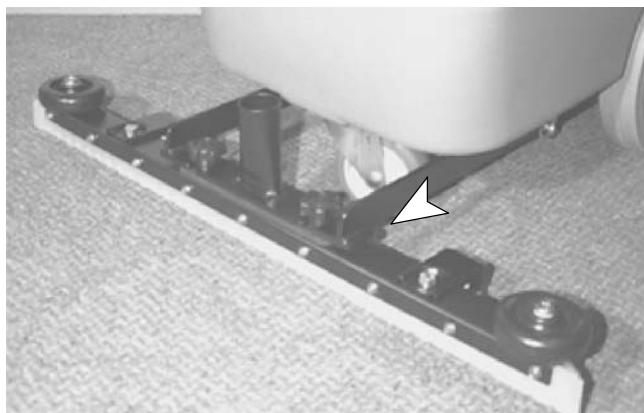

FIG. 5
10. Fixez le bloc de racloir sur le support. Utilisez des vis à oreilles (2) pour la fixation (Figure 5).